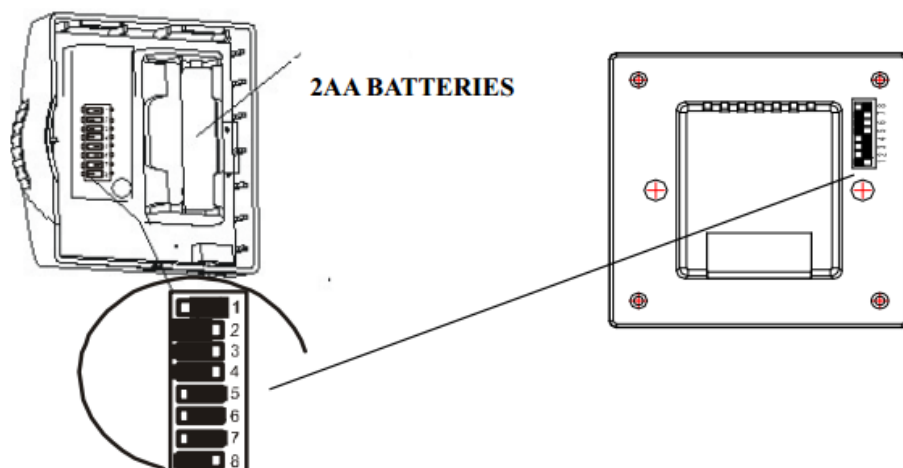

Figure 3
3. Установите две новые щелочные батареи типа «AA» в батарейный отсек. Обязательно совпадите с положительным (+) концом аккумуляторов с положительными (+) клеммами аккумулятора в аккумуляторном отсеке. Смотрите рисунок 3.